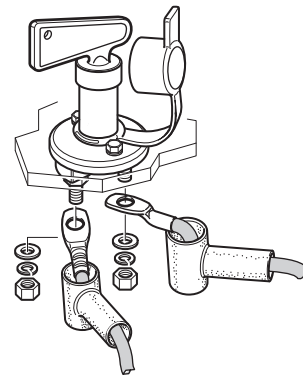

Fig. 50
- ▶ Raccorder les branchements de câble sur l'interrupteur coupe-batterie et bloquer avec un écrou (Fig. 50).